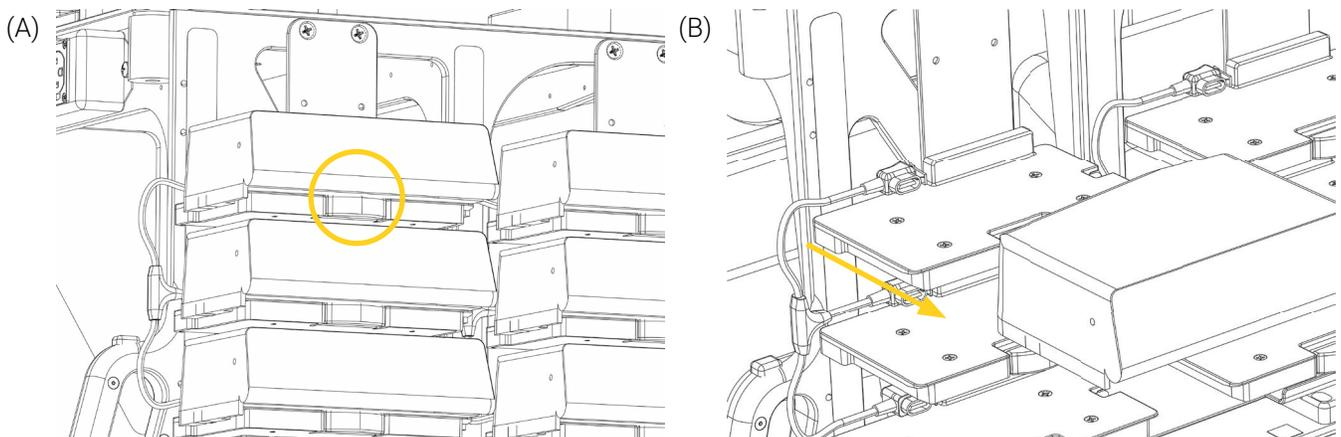

Figure 20: Retrait de la pompe à infusion
- En tenant les deux côtés de la pompe, utiliser votre pouce pour appuyer et maintenir le bouton du mécanisme à déclenchement rapide, situé à l'avant du support de pompe pour désengager la pompe (Figure 20 A).
- Tirer et faire glisser la pompe vers l'extérieure pour la retirer du support de pompe (Figure 20 B). Mettre la pompe de côté.